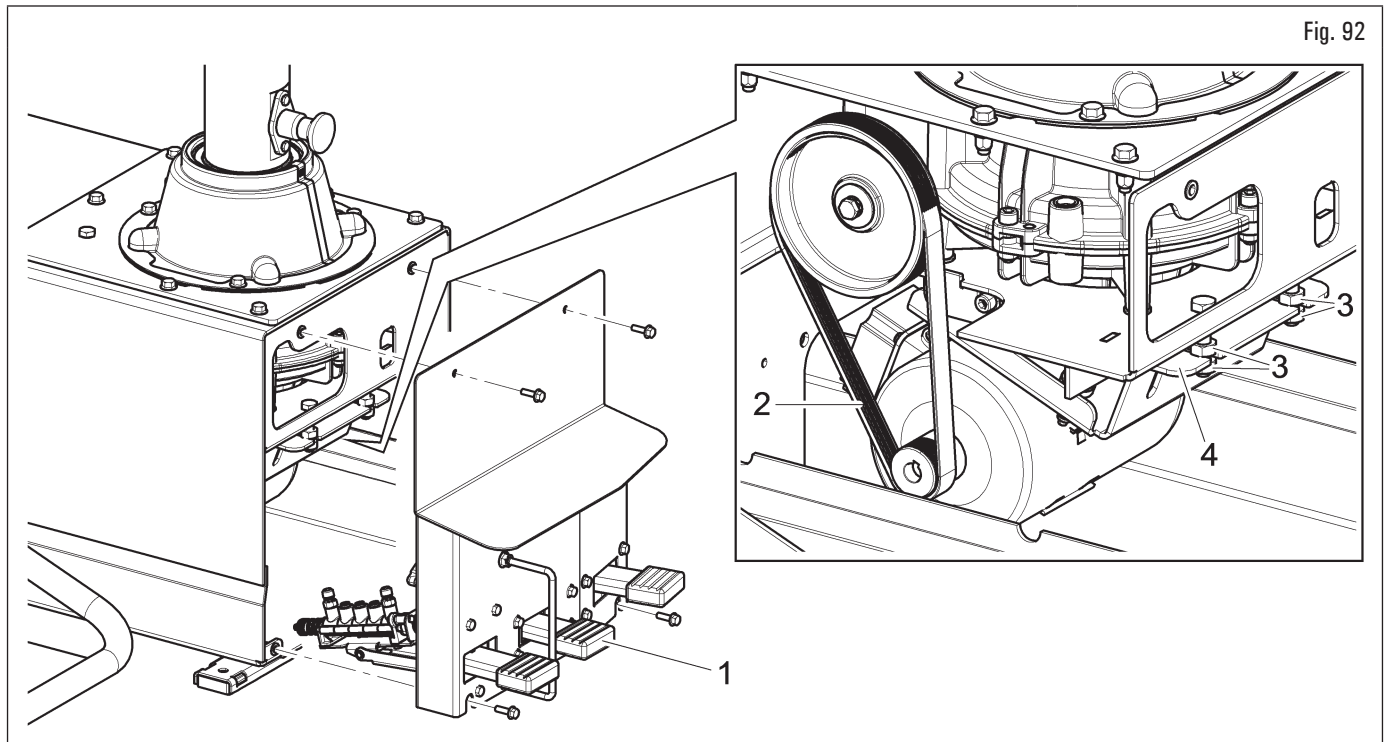

Fig. 92
1. dévisser l'ensemble pédalier (Fig. 92 réf. 1) en l'éloignant du châssis ;
2. tendre la courroie (Fig. 92 réf. 2) en agissant sur les écrous appropriés (Fig. 92 réf. 3) supportant le support moteur (Fig. 92 réf. 4) ;
3. si la courroie (Fig. 92 réf. 2) présente des signes d'usure, la remplacer par une pièce originale ;